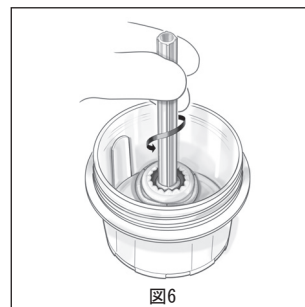

図6
- 弁を容器に入れたままで、バルーンイントロデューサを挿入し、弁尖を通させて、弁のホルダーまで到達させます。挿入用ツールを時計回りに回転させ、バルーンイントロデューサが止まる所まで弁のホルダー内を進めます。しっかりと接続していることを確認します（図6）。